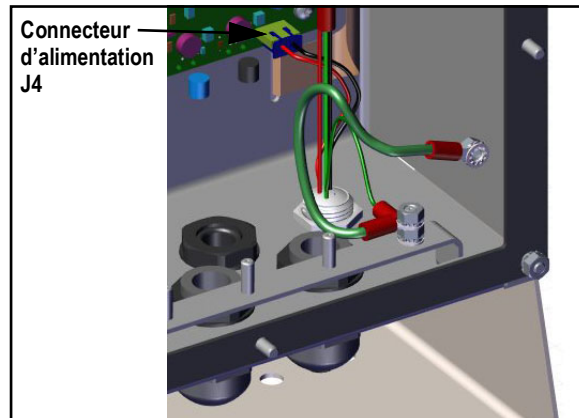

Figure 2-9. Branchement du câble d'alimentation en courant continu
REMARQUE : Le câble d'alimentation CC doit être fixé au connecteur J4 (Figure 2-9, page 26).
4. Faites passer les deux autres fils sur le côté de l'indicateur et connectez la fiche à trois broches (réf. 15888) à la carte d'alimentation comme indiqué sur la Figure 2-9 et dans le Tableau 2-6, page 26.